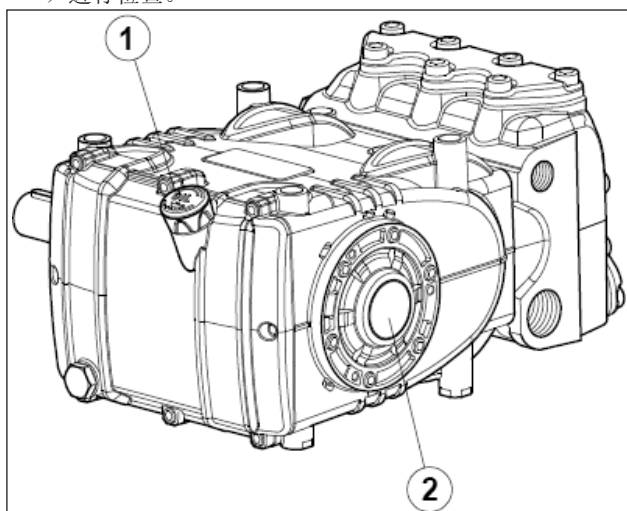

图 15
5. 泵壳中的油处于规定的油位，可通过专用的油位杆（①，图 15）进行检查，此外也可用油位指示器（②，图 15）进行检查。